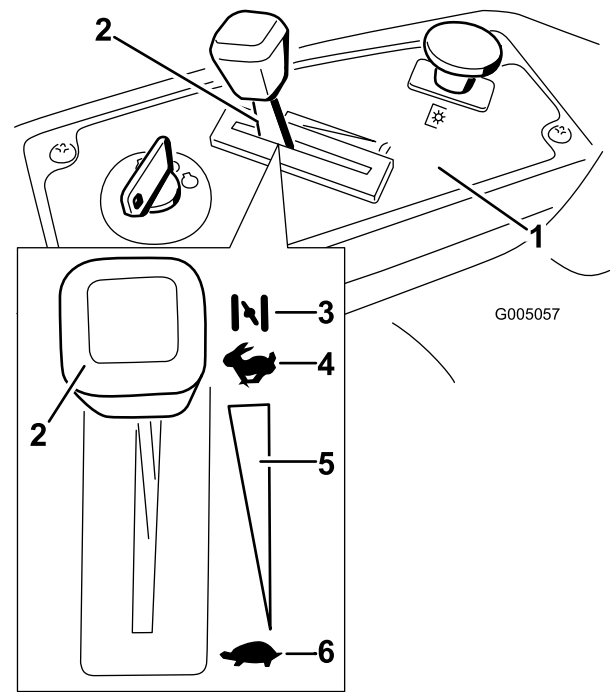

Bild 11
3. Stellen Sie den Gasbedienungshebel auf Choke (Bild 11), bevor Sie einen kalten Motor anlassen.
- Schieben Sie den Gasbedienungshebel, sobald der Motor angesprungen ist, auf Schnell (Bild 11). Stellen Sie, wenn der Motor aussetzt oder unregelmäßig läuft, den Gasbedienungshebel für ein paar Sekunden wieder zurück auf Choke. Wiederholen Sie diesen Vorgang nach Bedarf.
- Stellen Sie den Zündschlüssel auf „Aus“ (Bild 11) und ziehen Sie ihn ab.